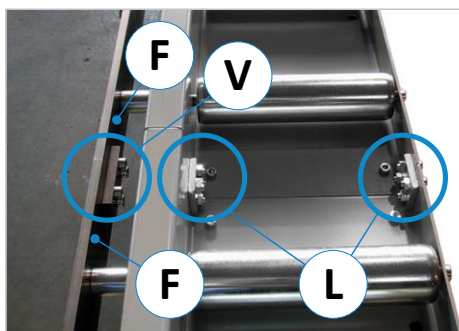

Figure 5 : relier mécaniquement les segments
- Ensuite, les segments de convoyeur à rouleaux livrés doivent être reliés entre eux par vissage à l'aide des deux pattes de montage (L), voir ⇒ Figure 5.
- Visser fermement ensemble les rails de guidage (F) du convoyeur à rouleaux montés verticalement avec la patte de montage (V) vissée (voir ⇒ Figure 5).
- Lors de la mise en place de la patte de montage (V), veiller à ce que les aciers plats soient exactement alignés les uns par rapport aux autres → L'entrefer entre les aciers plats doit être aussi faible que possible.